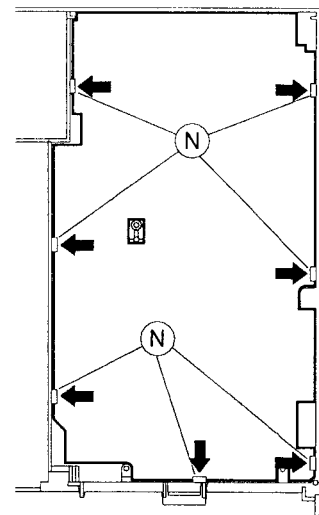

Fig. 7
- Rastnasen (N) öffnen und Chassisplatte I herausnehmen (Fig. 7).
- Open the locking lugs (N) and remove the chassis board I (Fig. 7).